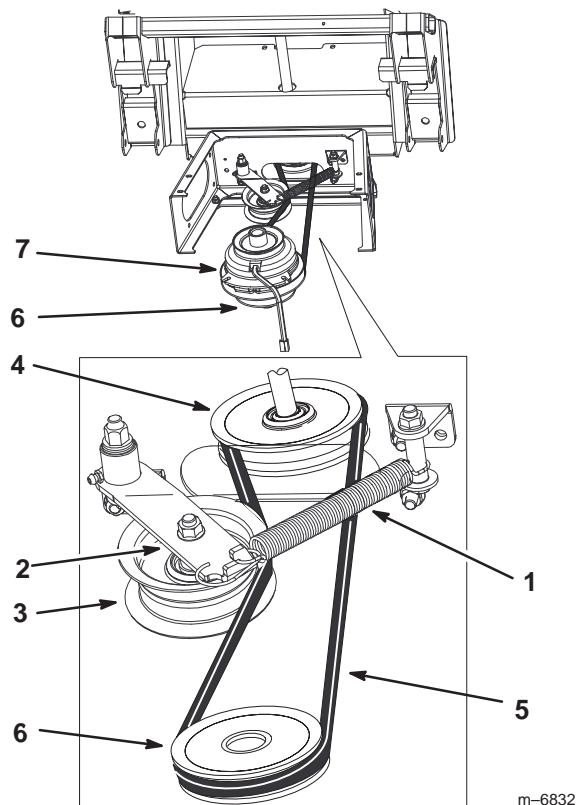

Figure 13
2. Installez la courroie du bac de ramassage sur la poulie d'entraînement d'embrayage (Fig. 13).
3. Faites passer la courroie du bac de ramassage autour de la poulie de tension (Fig. 13).
4. Faites passer la courroie du bac de ramassage par le trou dans le pare-chocs arrière (Fig. 13).
5. Faites passer la courroie du bac de ramassage autour de la poulie du bac de ramassage (Fig. 13).
6. Accrochez la boucle du ressort au crochet du bras de la poulie de tension (Fig. 13).